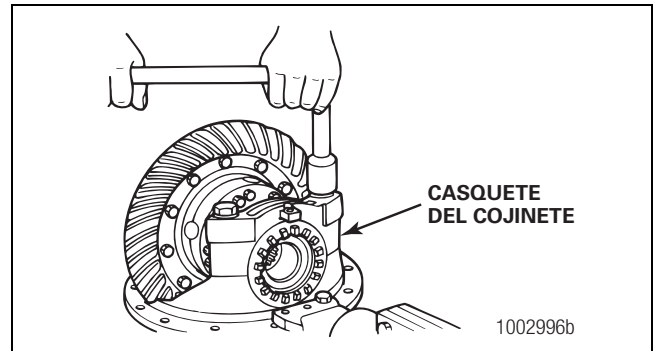

Figura 3.14
6. Retire los tornillos prisioneros y las arandelas que sostienen a los dos casquetes de cojinete sobre el portadiferencial. Cada casquete se sostiene en posición por medio de dos tornillos prisioneros con arandelas. Figura 3.14.